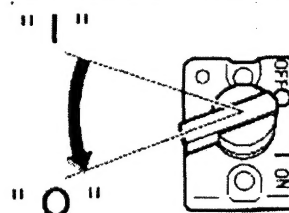

fig 6
- Mettre l'interrupteur en "OFF" (fig.6).